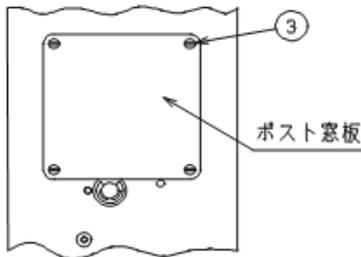

Fig.3
ポストの反作業側にあるポスト窓板止めねじ③(4ヶ所)を緩めて、ポスト窓板を外します。(Fig.3)
ポストの反作業側側にポスト窓板を止めねじ③(4ヶ所)で固定します。(Fig.3)